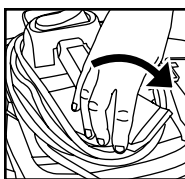

FIGURE 34
56. Saisissez les côtés de la section arrière du rebobineur et tournez un demi-tour dans le sens horaire pour le remettre dans sa position d'origine. **FIGURE 34.**